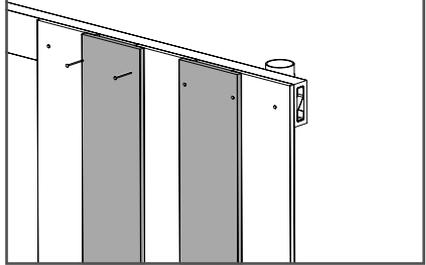

Fig. 45
2. Traslape los tableros en las esquinas. Cuando pase la esquina, el borde del primer tablero del nuevo tramo debe estar a ras con la cara del último tablero del tramo anterior, como se muestra en la Fig. 45.